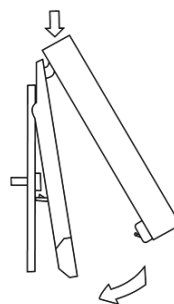

Fig. 35
- Una vez realizada la conexión, coloque el display sobre la parte trasera (Fig. 35).